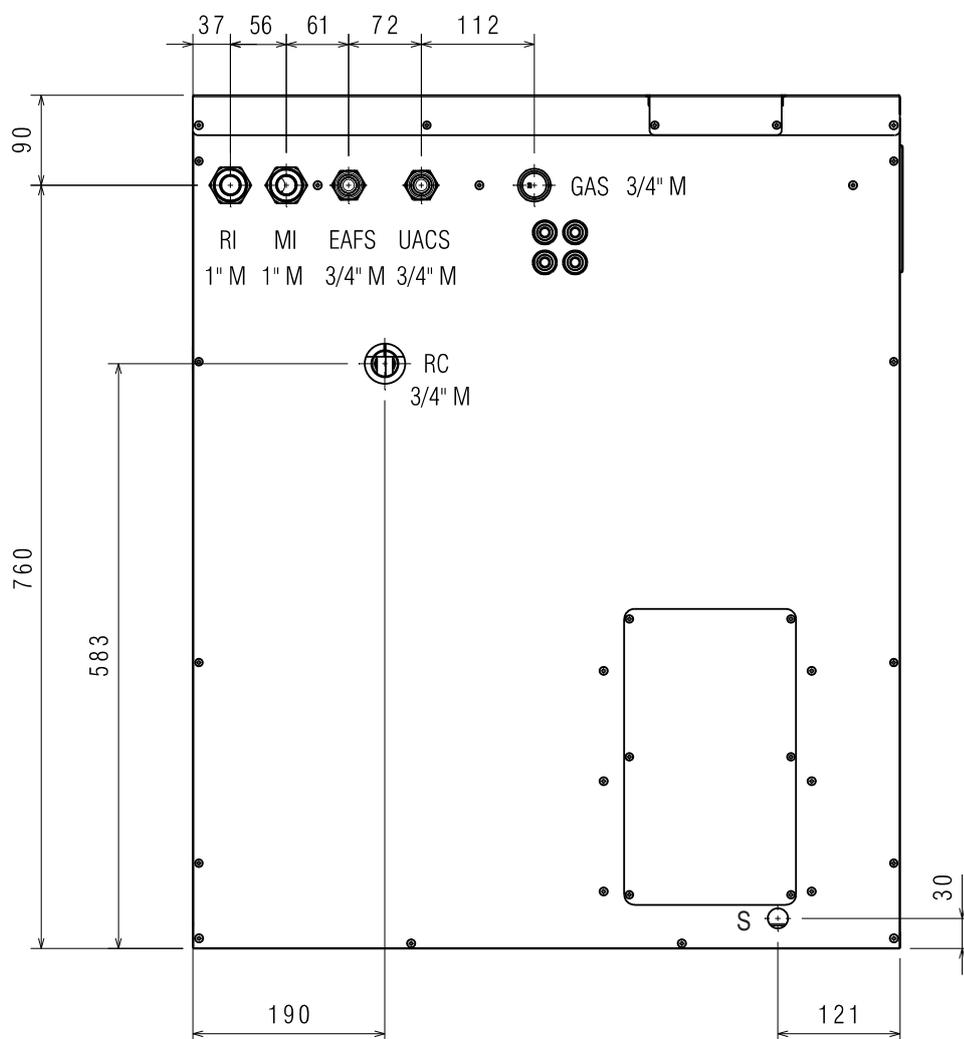

Fig. 3.2
Individuare il tubo corrugato di scarico condensa (S) (Fig. 3.2) posto nella parte posteriore della caldaia e convogliarlo nello scarico delle acque bianche e nel rispetto delle Norme Vigenti.